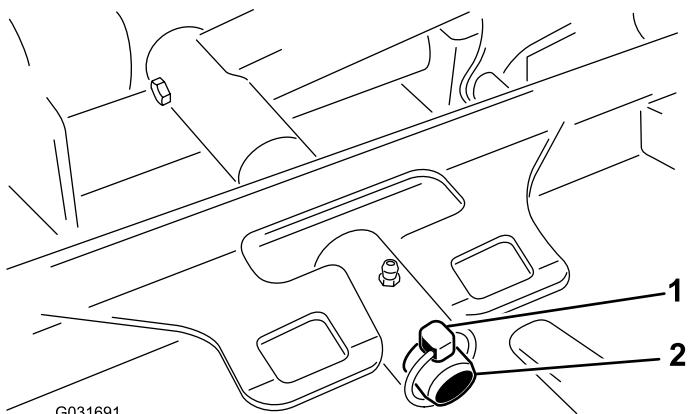

Bild 60
3. Entfernen Sie den Klappstecker, mit dem der Trägerrahmen des Mähwerks am Lagerbolzen des Hubarms befestigt ist (Bild 60).
3. Schieben Sie den Mähwerkträgerrahmen auf den Lagerbolzen des Hubarms und befestigen ihn mit dem Klappstecker (Bild 60).